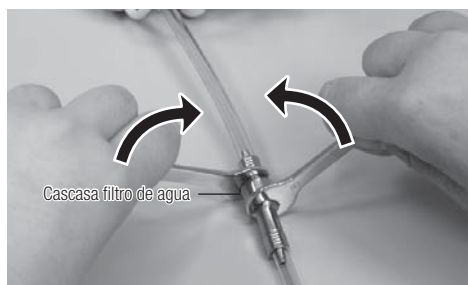
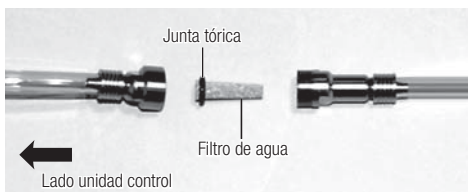

Fig. 25
Fig. 26
1) Cierre la válvula de suministro de agua a la que está conectado PRESTO AQUA LUX. Utilice dos llaves de boca (5x8) tal y como muestra la Fig.25 y gírelas en la dirección que se muestra. Si con ello se gira el tubo flexible del agua, vuelva a situarlo aflojando las llaves y asegúrese de que el tubo entre el filtro de agua y la unidad está recto.
2) Cuando la carcasa del filtro esté abierta, se podrá extraer el filtro tal y como muestra la Fig. 25. Sustitúyalo por un filtro nuevo y monte de nuevo la carcasa, procediendo de la manera descrita pero en orden inverso. (Fig.26)
Congregue el Agua Fillter en la dirección correcta como mostrado en Fig.26.